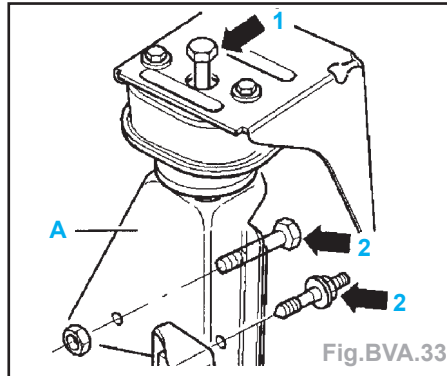

Fig. BVA.33
- Dévisser complètement le palier de fixation gauche (A) du silentbloc sur la carrosserie (flèche 1) (Fig. BVA.33).